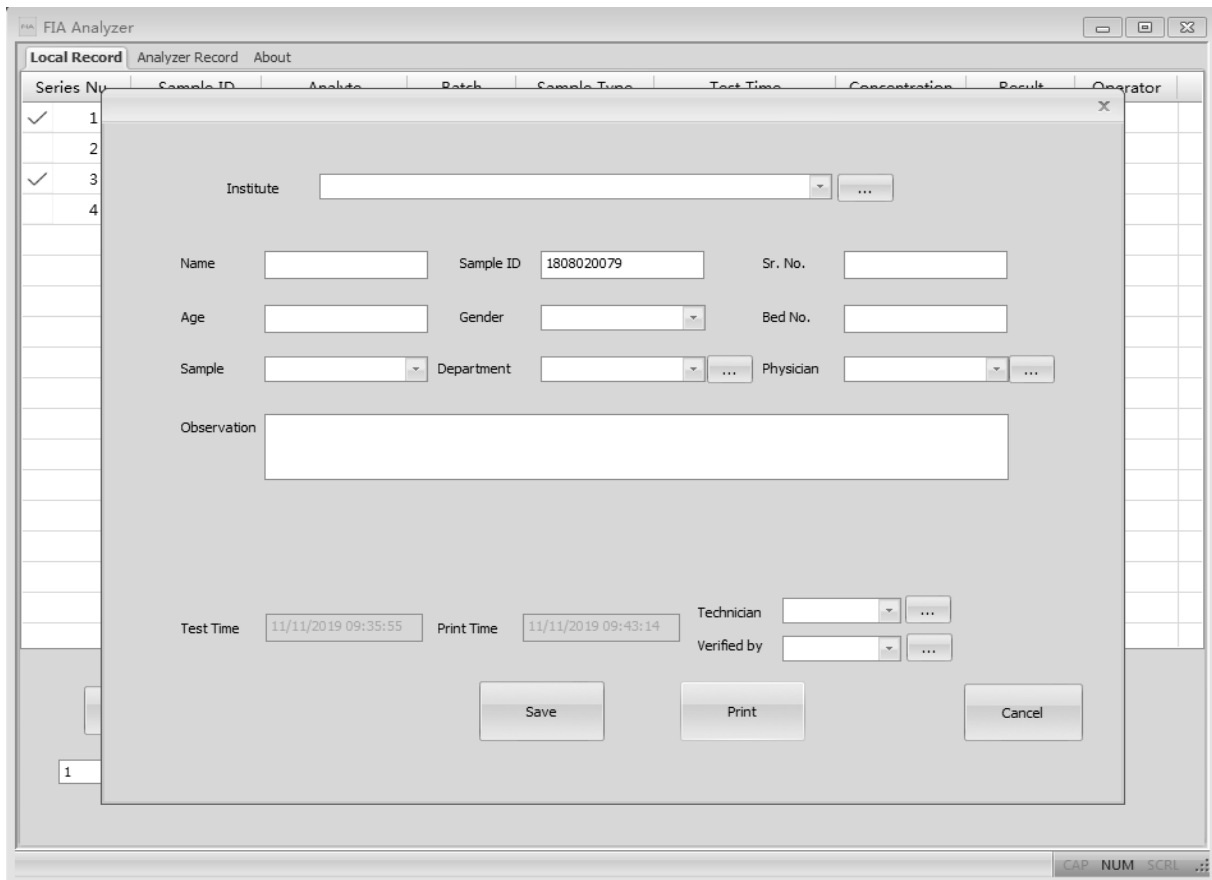

Fig 44
- **“Print”**: selezionare gli elementi da stampare e cliccare sul comando Stampa, la schermata apparirà come mostrato in Fig 44. Devono essere riempite le informazioni sull'istituto e sul paziente.